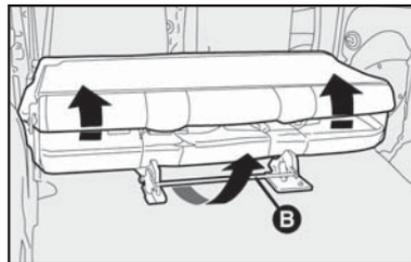
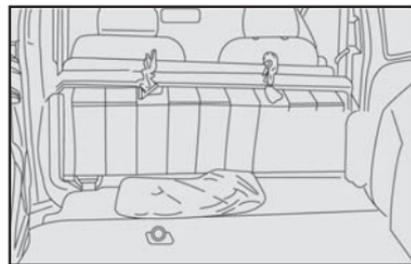

fig. 94
fig. 95
2) Rebater o banco traseiro completo para frente, puxando-o pela parte central da alavanca **B-fig. 94** no sentido da seta, inclinando-o para frente de maneira a obter uma superfície de carga única no mesmo nível do porta-malas **fig. 95**.